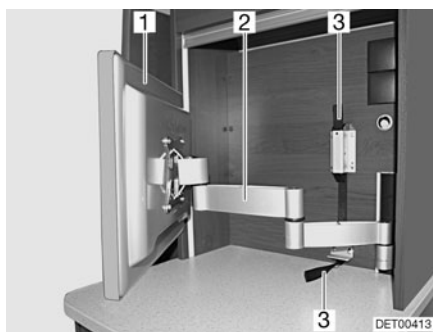

Fig. 66 Pantalla plana con brazo articulado
- Tirar de la cinta textil (Fig. 66,3) para desbloquear el brazo articulado (Fig. 66,2).
- Girar la pantalla plana (Fig. 66,1) a la posición deseada.